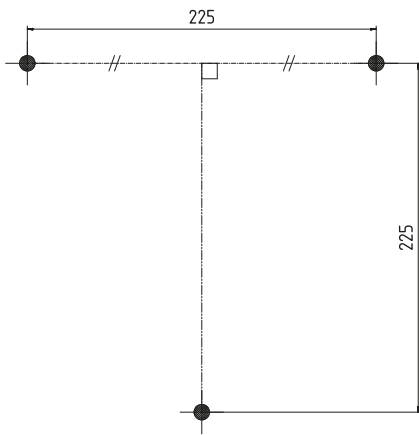

Fig. 12: Bohrschablone zur Wandmontage
1. Bohrlöcher an der Wand markieren (Fig. 12) und bohren.